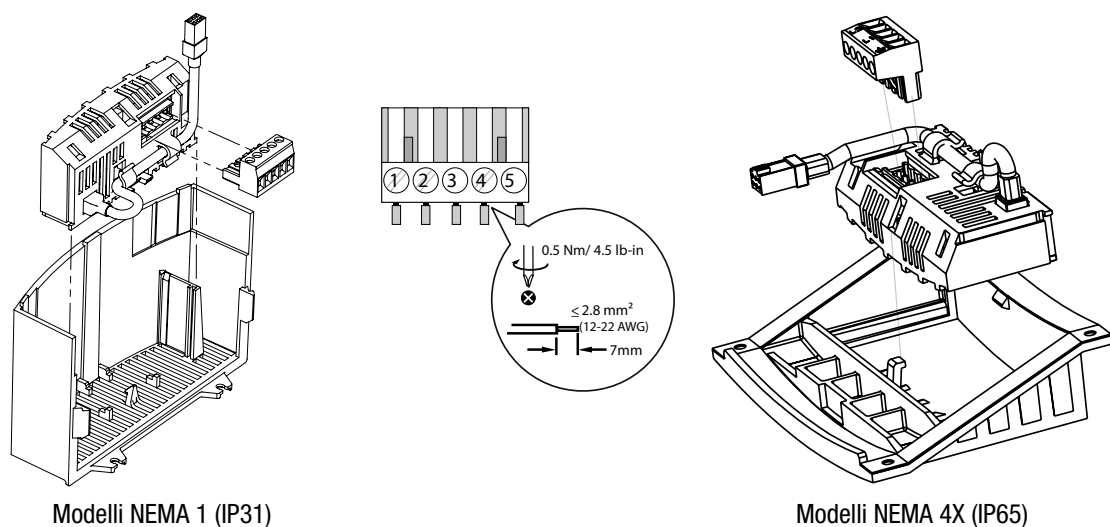

Figura 2: Installazione del modulo di comunicazione RS-485
2. Inserire il Modulo opzionale RS-485 per SMV sulle guide del coperchio della morsetteria. Quando il modulo farà "clic" si sarà agganciato saldamente in posizione, come illustrato nella Figura 2.